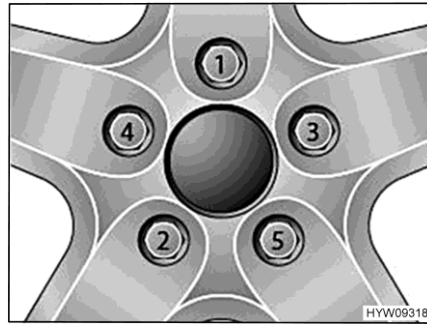

Bild 122 Radmuttern oder Radschrauben über Kreuz festziehen
- Radmuttern oder Radschrauben in der Reihenfolge, die in Bild 122 gezeigt ist, festziehen. Dazu einen Drehmomentschlüssel verwenden und das vorgeschriebene Anziehdrehmoment einhalten.
- Radmuttern oder Radschrauben regelmäßig auf festen Sitz prüfen. Radmuttern oder Radschrauben eines ausgewechselten Rades nach 50 km nachziehen. Dabei in der Reihenfolge vorgehen, die in Bild 122 gezeigt ist.
- Wenn neue oder neu lackierte Felgen verwendet werden, die Radmuttern oder Radschrauben zusätzlich nach ca. 1000 bis 5000 km nachziehen. Dabei in der Reihenfolge vorgehen, die in Bild 122 gezeigt ist.
- ▷ Radmuttern oder Radschrauben über Kreuz anziehen (Bild 122).